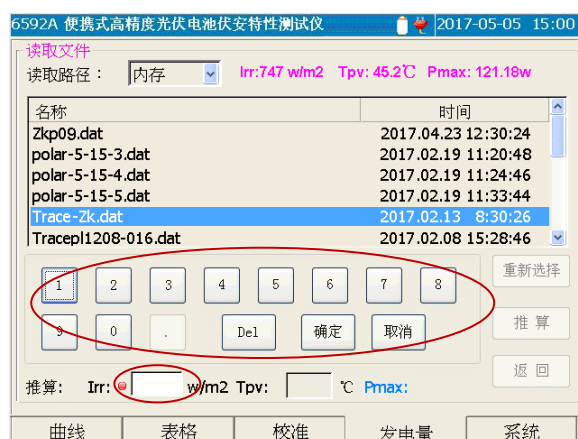

图 5-25 Irr 数值输入示意图
- 1) 首先设置用于推算的环境参数。点击 Irr 对应的编辑框，或者通过 ◀ 或 ▶ 键将操作焦点移至 Irr 对应的编辑框，然后按下 Enter 键，将出现小按钮键盘，用于输入数值，如图 5-25 所示。